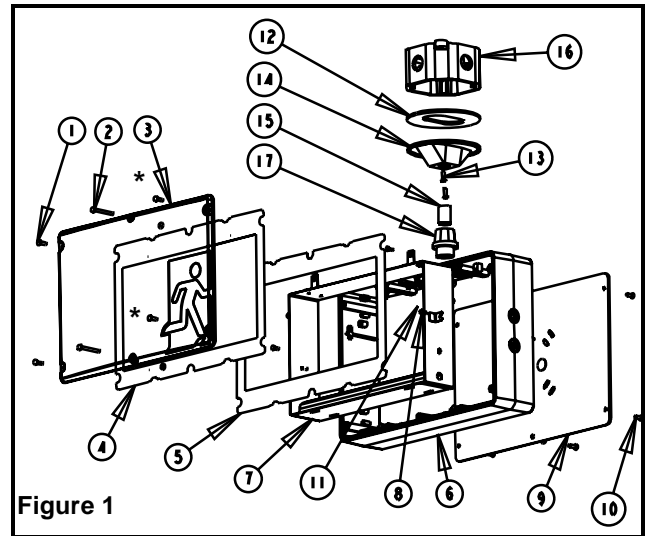

Figure 1
##### Montage au plafond (Figure 1)
- e. S'assurer que la vis de retenue est accessible (voir Figure 1, pièce n° 13). Utiliser les vis de la boîte de jonction pour fixer le couvercle à la boîte de jonction.
- f. Défoncer le trou situé sur le dessus du cadre. Il est important de défoncer le trou de gauche. Ce trou servira au montage (voir Figure 1). Soutenir le cadre à l'aide de deux blocs de bois espacés à un pouce maximum. Enlever le trou défonçable en frappant d'un coup sec à l'aide d'un marteau et d'un tournevis. Enlever toute bavure dans les trous afin de permettre un bon contact avec le raccord fileté.
- g. Fileter le raccord fileté (15) dans le cadre.
5. Installer la lentille au moyen des vis inviolables. Les joints toriques doivent être installés sur les vis du centre entre la lentille et le cadre comme montré dans la figure 1. **Les vis inviolables devraient être serrées de manière égale à environ 10 - 15 lb-po (1.1 - 1.7 N-m).**